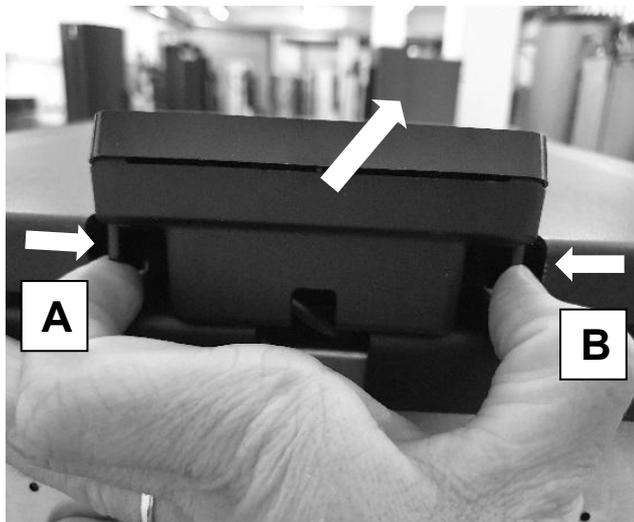

Figura 10
- Pulire il vano (V1) sotto al braciere, per accedervi alzare il braciere facendo attenzione poi a rimontare correttamente braciere e catalizzatore (Figura 10).